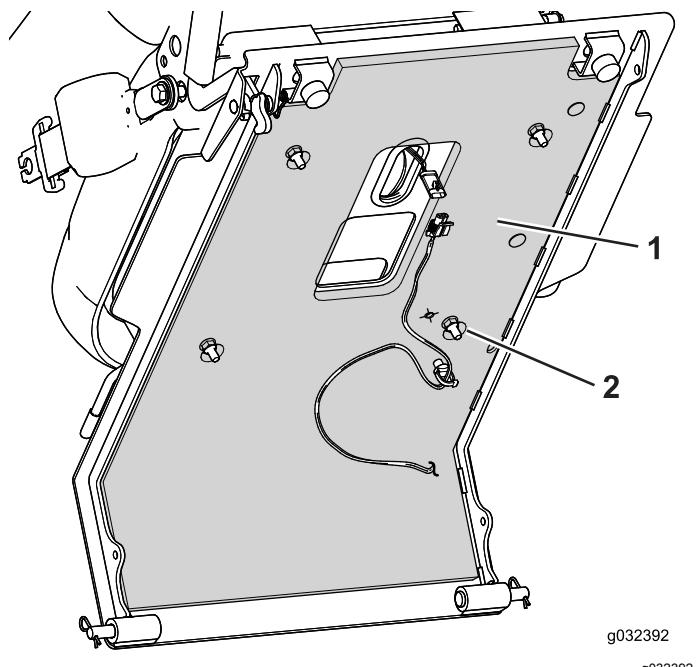

図 6
- 5. 防熱シールドの裏紙をはがして、運転デッキの裏面にシールドを張り付ける図 6。